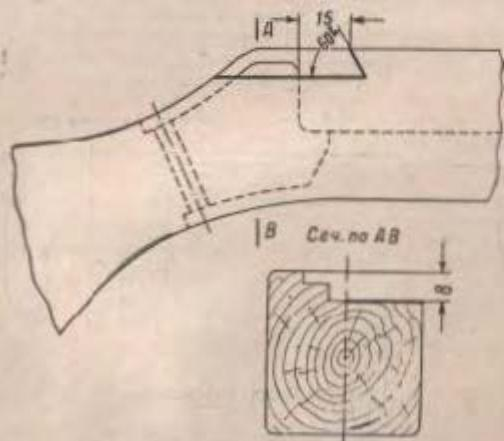

Рис. 57. Разделка паза для вклейки
(1) При наличии трещины или откола верхней задней части щек ложи на длине до 25 мм разделать паз для вклейки (рис. 57), нало-